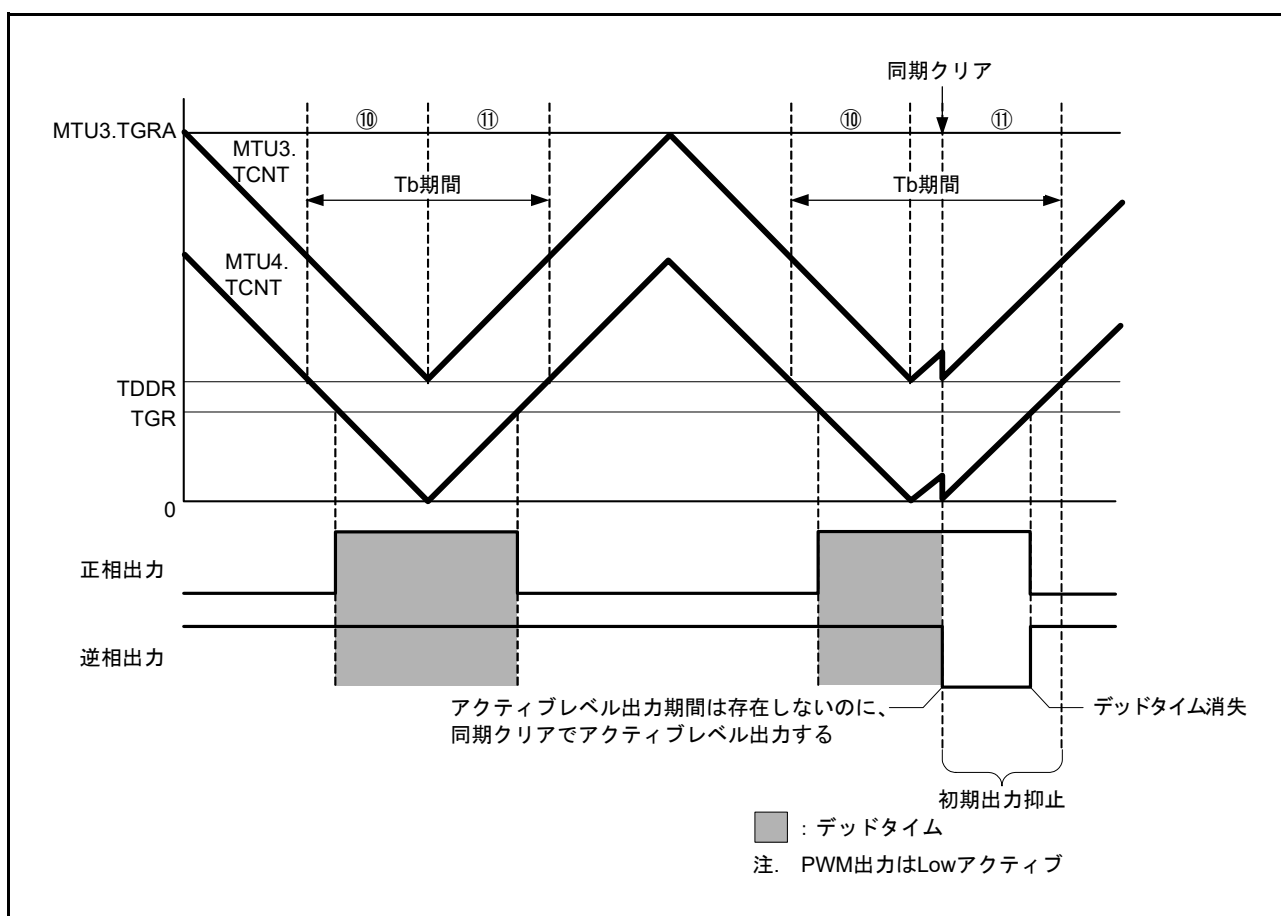

図 22.150 同期クリア例 (条件2の場合)
条件 2 初期出力の抑止期間⑩、⑪にて、 $MTU3.TGRB (MTU6.TGRB) \leq TDDRA (TDDRB)$ 、 $MTU4.TGRA (MTU7.TGRA) \leq TDDRA (TDDRB)$ 、 $MTU4.TGRB (MTU7.TGRB) \leq TDDRA (TDDRB)$  のいずれかが成立する状態で、同期クリアする (図 22.150 参照)